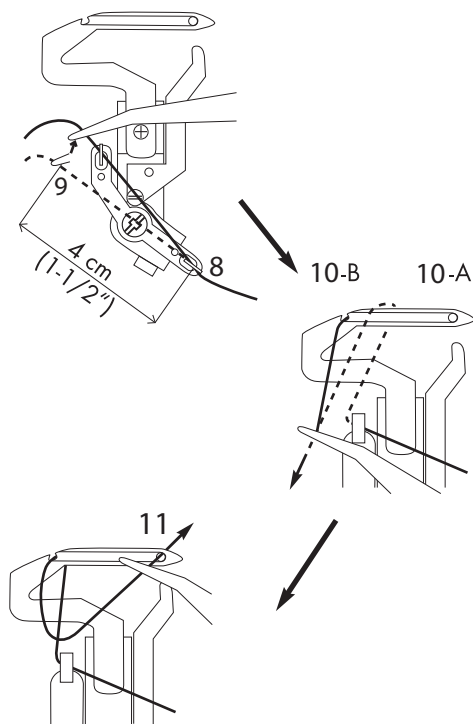

Fig. 23
6. Tenez le fil à env. 4 cm du guide-fil à l'aide de la pincette (Fig. 23).
8. Tirez le fil vers le haut dans le guide-fil (9).
9. Guidez le fil vers l'arrière et au-dessus de l'extrémité supérieure du boucleur inférieur ⑩ (10A) (Fig. 23).
10. Tirez ensuite lentement le fil vers le bas, afin qu'il glisse dans la rainure du boucleur (10B) (Fig. 23). Servez-vous également du dessin qui se trouve sur la machine pour effectuer cette opération !
11. Introduisez le fil dans l'œillet du boucleur (11). Le fil devrait cheminer dans la rainure du boucleur inférieur ⑩ (Fig. 23).
12. Tirez l'équivalent d'env. 10 cm de fil à travers le boucleur et posez-le vers l'arrière, **au-dessus** du boucleur supérieur ⑨ et de la plaque d'aiguille ⑬.